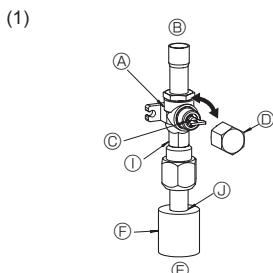
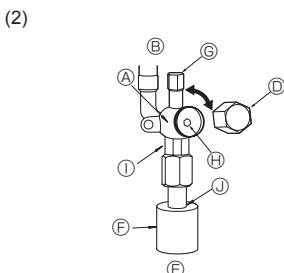

Fig. 4-6
Fig. 4-7
- (1) RP100-250 modellerinin gaz tarafı (Fig. 4-6)
- ① Kapağı çıkarın, kolu kendinize doğru çekip saat yönünün tersine 1/4 devir çevirerek açın.
- ② Stop valfinin tamamen açık olduğundan emin olun, kolu içeri itin ve başlığı çevirerek tekrar ilk konumuna getirin.
- (2) RP100-250 modellerinin sıvı tarafı ve RP35-71 modellerinin Gaz/Sıvı tarafı (Fig. 4-7)
- ① Başlığı çıkarın ve 4 mm'lik bir altigen somun anahtarıyla vana çubuğu gidileceği yere kadar saat yönünün tersine döndürün. Tampona dayanınca döndürmeye son verin.